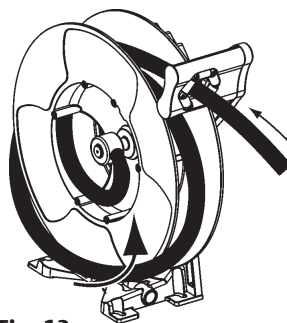

Fig. 13
2. Introduzca una vuelta de la manguera, en el disco del enrollador (fig. 13).